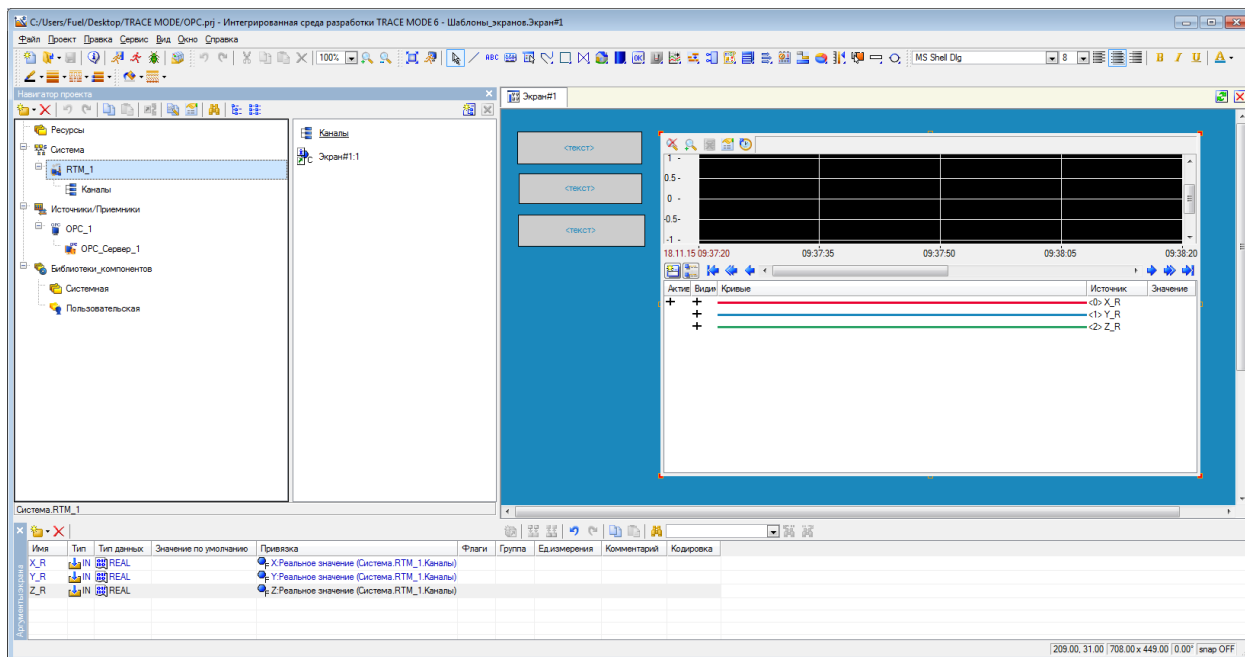

Рисунок 46.
- 2) Три созданных компонента перемещаем в группу «Каналы» узла «RTM_1» (см. Рисунок 46)